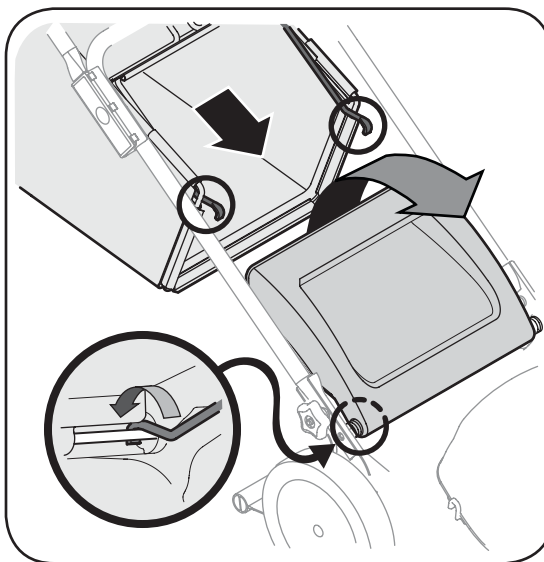

Figure 3-5
- c. Placez le sac à herbe sur la tige de pivotement. Lâchez le clapet pour qu'il repose sur le sac à herbe. Voir la Figure 3-5.